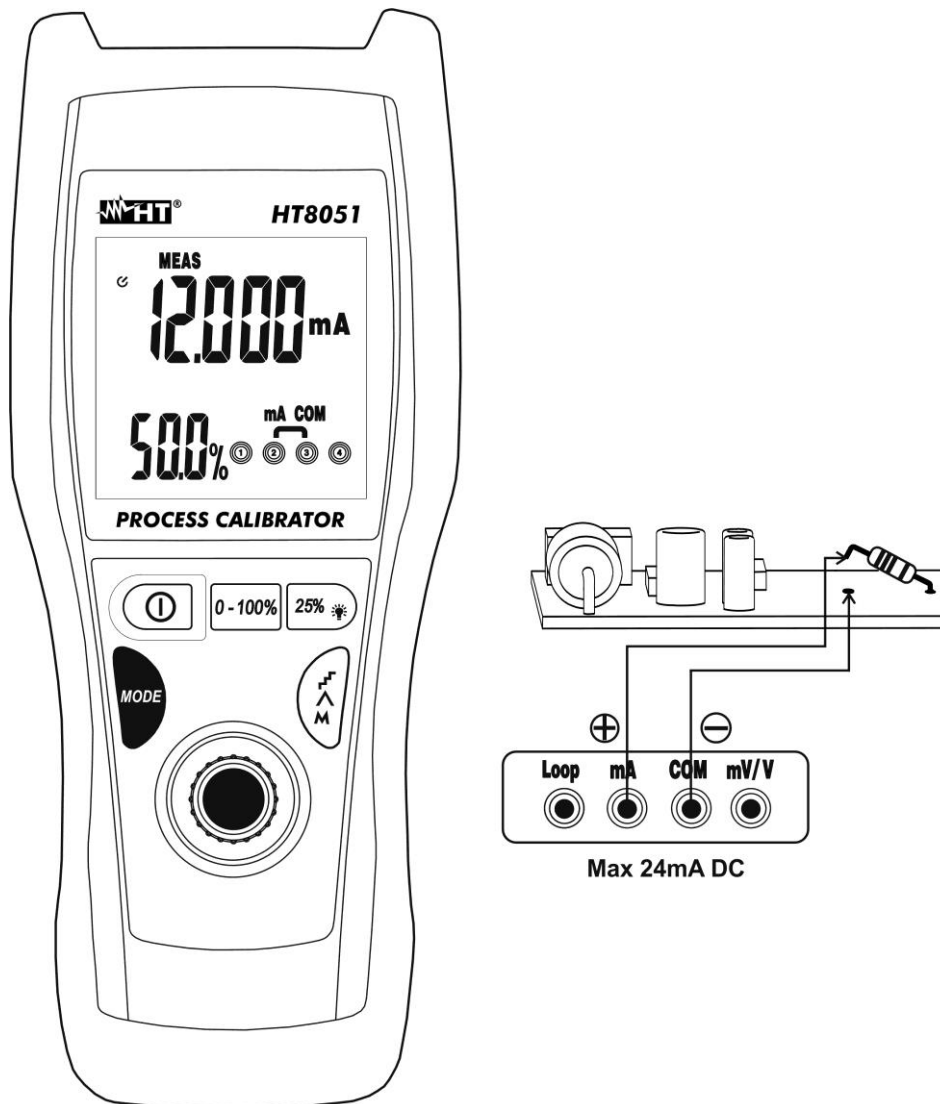

Fig. 5: Medição de correntes CC
4. Ligar a ponteira verde e a ponteira preta em série com o circuito do qual se pretende medir a corrente respeitando a polaridade e o sentido da corrente (ver a Fig. 5).
6. A mensagem **"-OL-"** indica que a corrente em exame excede o valor máximo mensurável pelo instrumento. O instrumento não executa medições de corrente com polaridade oposta em relação à ligação da Fig. 5. O valor "0.000" é apresentado no display.